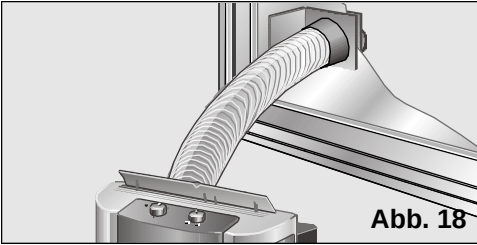

Abb. 18
- ☐ Im Fall der Fensterinstallation kommt nur das durchsichtige Endstück des Zubehörsatzes zur Anwendung. Zur Montage muss in das Fensterglas eine runde Öffnung mit 14 cm Durchmesser geschnitten werden, **Abb. 18**.